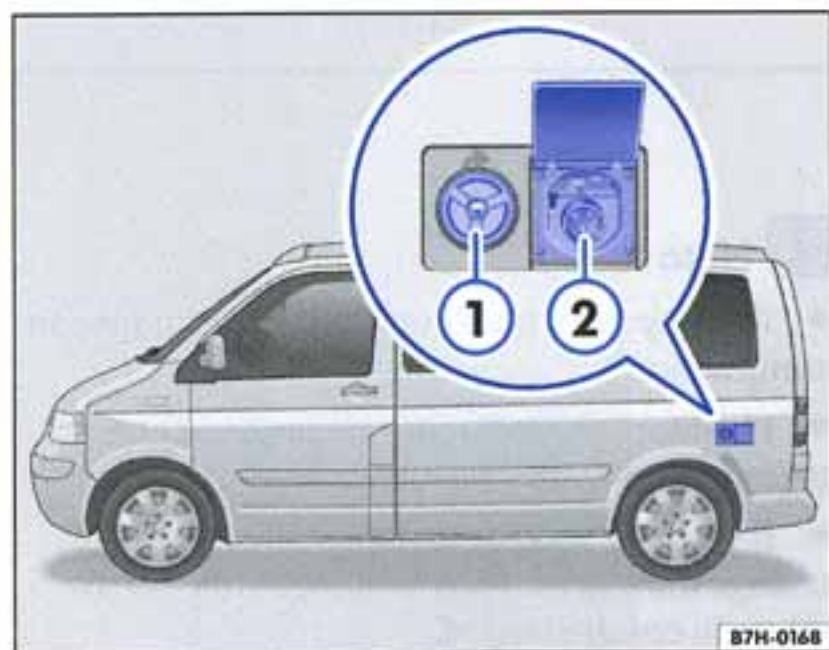

Fig. 4 Orifice de remplissage d'eau propre ① et prise de courant extérieure 230 volts ②
La prise de courant extérieure 230 volts $\Rightarrow$ fig. 4 ② est située sous un volet rabattable, à l'extérieur du véhicule, du côté arrière gauche.